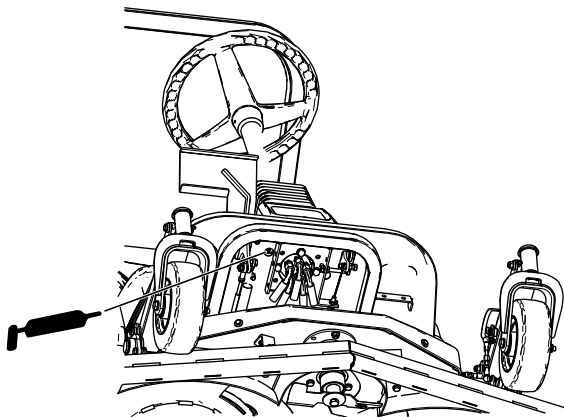

Figure 39
- Bague de pivot de pédale de déplacement (Figure 39)